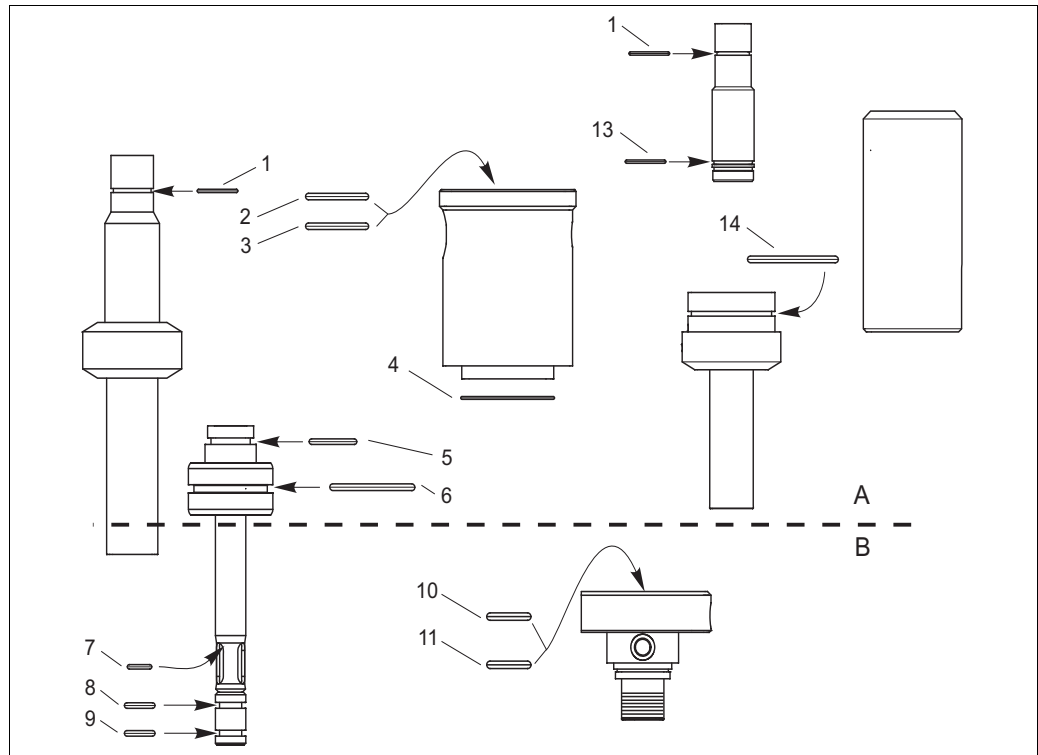

Abb. 21: Position der O-Ringe
2. Tauschen Sie nun die in (Abb. 21) gezeigten O-Ringe aus.